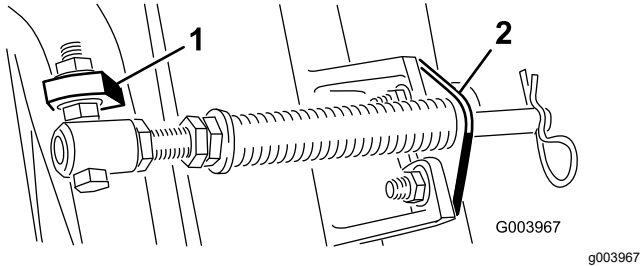

Figura 5
- Montate la staffa dell'asta sulle alette degli elementi di taglio usando i bulloni a testa tonda e i dadi (Figura 5).